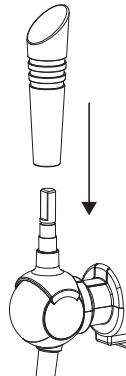

Fig.1
2. Montera fast handtaget för tappkranen på tappkranen. Se till att handtaget sitter ordentligt fast (fig. 1).